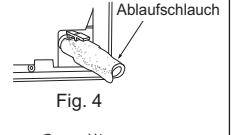

Fig. 4
- Führen Sie den Ablaufschlauch in die Ablassmulde hinten rechts an dem Innengerät ein. (Fig. 4)
- Führen Sie den Ablaufschlauch durch die Wanddurchbruchhülse (C) und haken Sie den oberen Teil des Innengeräts an der Montagetraverse (1) ein. Bewegen Sie das Innengerät dann vollständig nach links, damit Sie die Verrohrung einfacher an der Rückseite des Geräts anbringen können.